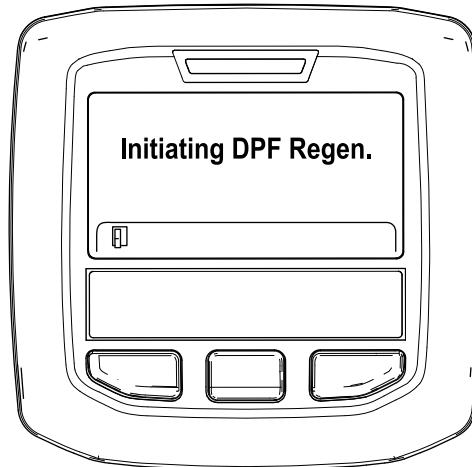

Figura 35
- A. “Initiating DPF Regen.” (A iniciar Regen. DPF) é apresentada (Figura 35).